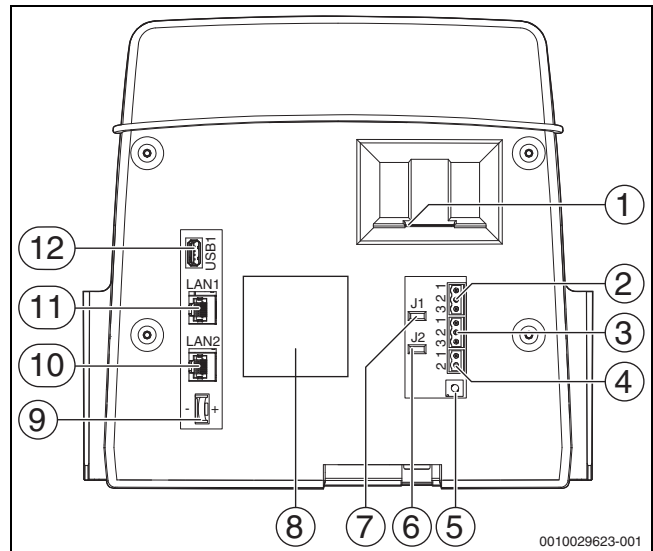

Bild 4 Anschlüsse Bedieneinheit
Die Batterie (auf der Rückseite der Bedieneinheit) stellt sicher, dass bei ausgeschaltetem Regelgerät oder bei Spannungsausfall Uhrzeit und Datum erhalten bleiben (→ Bild 4, [9], Seite 10).
Für Wärmereizer (z. B. BHKW), die über den Modbus-RTU angeschlossen werden ( $\rightarrow$  Bild 4, [3], Seite 10):
- ▶ BHKW am Anschluss Modbus-RTU (→ Bild 4, [3], Seite 10) anschließen.
Der Abschlusswiderstand (J2) (→ Bild 4, [6], Seite 10) ist im Auslieferungszustand geschlossen (gesteckt = aktiviert).